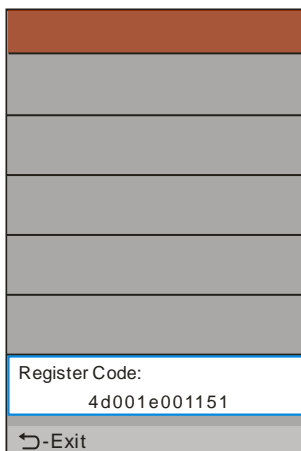

Abbildung 7-4
- Der in Abbildung 7-4 angezeigte Registrierungscode ist der in Schritt 3 benötigte Registrierungscode. (Kehren Sie zurück zu Schritt 3 und geben Sie den Registrierungscode ein, dann fahren Sie fort)